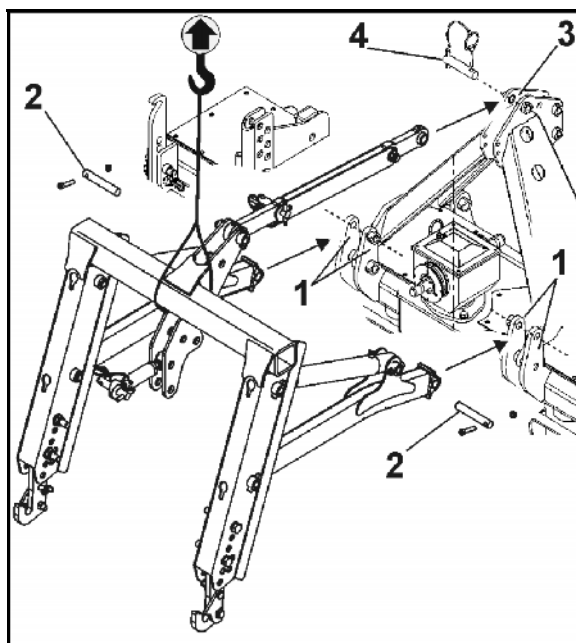

Fig. 42
4. Før løfterammen til venstre og højre mellem optagelsespladerne (Fig. 42/1), fastgør med bolte (Fig. 42/2), og sørg for at sikre med skrue og møtrik.
5. Fastgør topstangen på jordbearbejdningssmaskinens øverste koblingspunkt (Fig. 42/3) med bolten (Fig. 42/4), og sørg for at sikre med ringsplit.